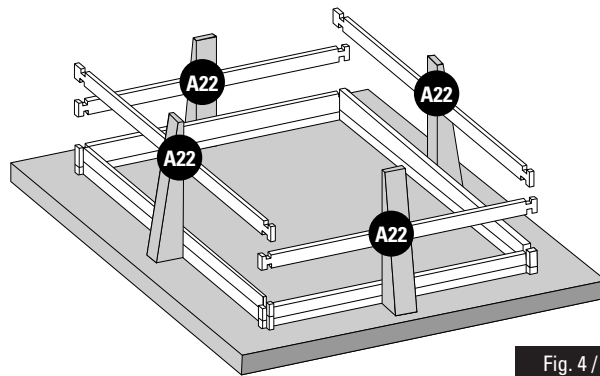

Fig. 4 / Abb. 4 / Afb. 4
3rd LAYER OF BOARDS: Install the third layer of boards as shown in figure 4. The position of the refilling fitting with the key and the skimmer should be defined at the start of the assembly (read the specific paragraphs).
3ÈME RANGÉE MADRIERS : Positionnez les madriers de la 3ème rangée conformément à la figure 4. Vous devez avoir déterminé l'emplacement de la buse de refoulement et du skimmer dès le début du montage (voir paragraphes spécifiques).
3. BRETTREIHE: Platzieren Sie die Bretter der dritten Reihe laut Abb. 4. Zu Beginn der Montage müssen Sie die Lage des Druckventils und des Skimmers festlegen (lesen Sie hierzu die entsprechenden Abschnitte).
3ª RIJ PLANKEN: Plaats de planken van de derde rij zoals te zien is op afbeelding 4. U moet al bij aanvang van de montage bepalen op welke plaats het uitstroombondstuk en de skimmer moet komen (less de betreffende paragrafen).